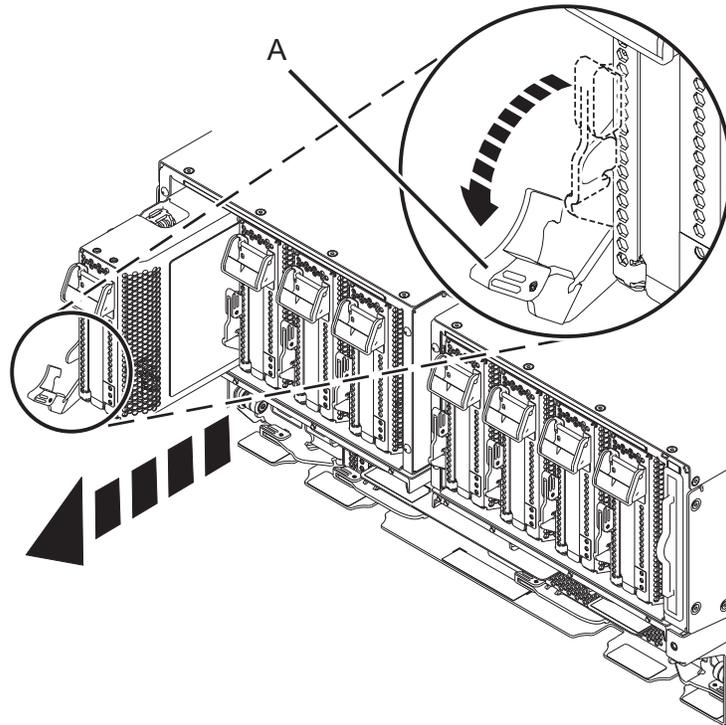

Figura 2. Remover uma cassete do adaptador PCIe do sistema
- b. Rode a pega da cassette terracota (A) na direcção apresentada na Figura 2 e, em seguida, pressione para baixo a pega (A) para desengatar a cassette dos conectores da ranhura.